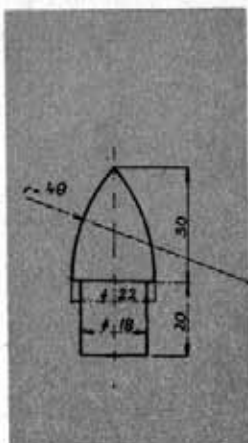

Рис. 15
## 18. ДЕМОНТАЖ ЗАДНЕЙ КАЧАЮЩЕЙСЯ ВИЛКИ (РИС. 15)
Сборка выполняется следующим образом: резиновый блок (34) засунуть в качающуюся вилку и во втулку вложить направляющую оправку (см. рис. 15). Втулку (33) немножко смазать жидким клеем и напрессовать ее в резиновый блок. Под ушко качающейся вилки необходимо подложить какой-нибудь прямой предмет, чтобы не выпрессовать резиновый блок при установке в него втулки.